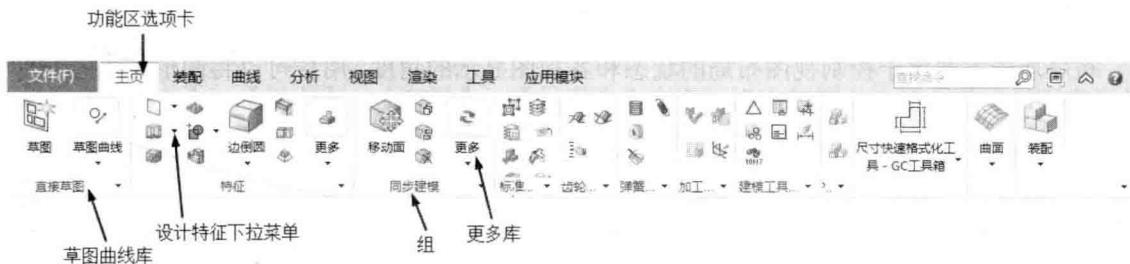

图 1-2 功能区
3) 功能区: 用于显示 UG NX 12.0 的常用功能 (以主页选项卡为例, 如图 1-2 所示)。